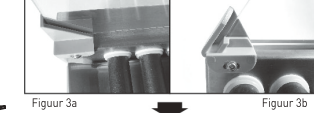

Figuur 1
- 1) Ga voor het bedieningspaneel van de worstenroller staan. Zie figuur 1.